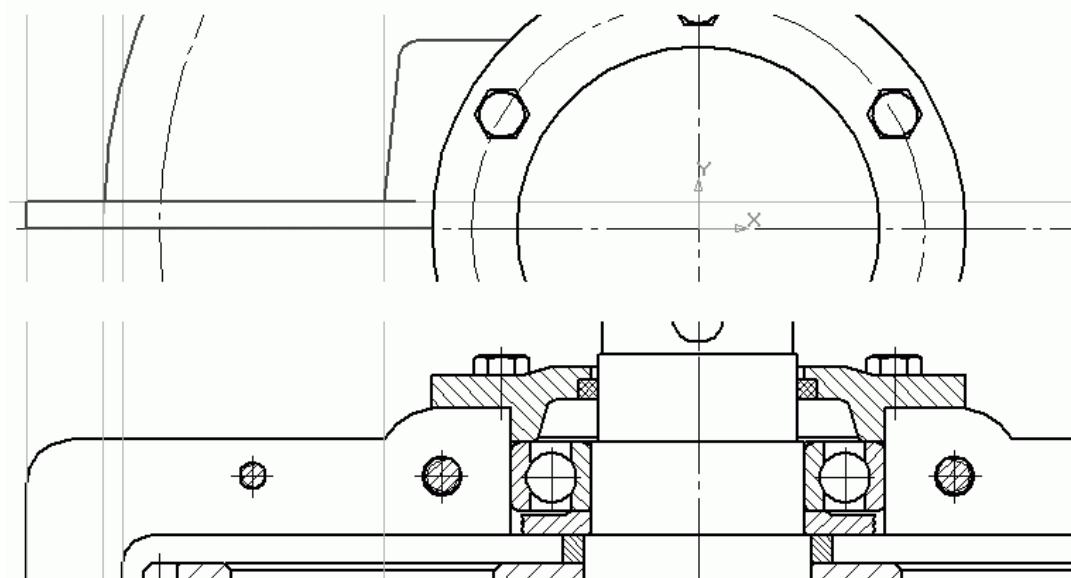

Рис. 2.111. Создание бобышки и ее привязка к виду сверху
3. Сформируйте изображение бобышки (начните с левой бобышки тихоходного вала). Высоту бобышки примите приблизительно равной 2/3 от радиуса крышки подшипника ведомого вала. Ширина верхней площадки бобышки определяется исходя из того, что на ней должна поместиться головка болта, вставленного в отверстие бобышки. Дорисуйте изображение фланца крышки редуктора, входящего в бобышку. Размеры фланцев определяются в основном конструктивно, поэтому ничего страшного, если у вас на чертеже они получатся немного не так, как показано на рис. 2.111.